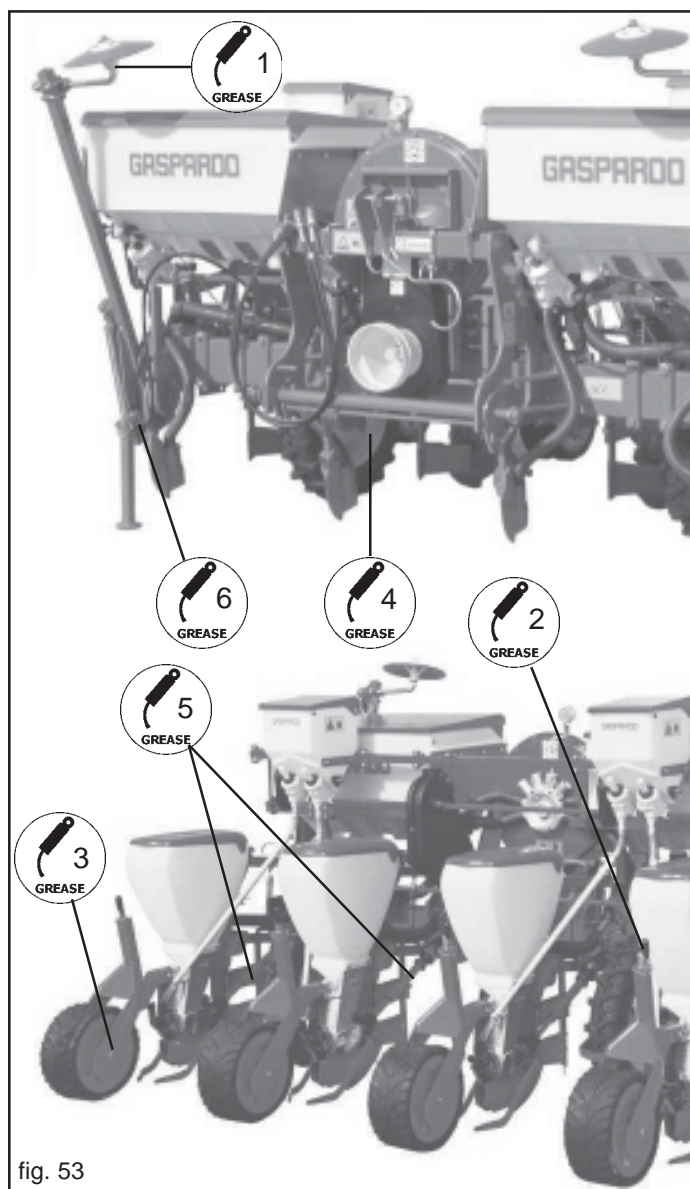

fig. 53
- Engrasar el perno de los discos marcadores de hileras (1, Fig. 53).
- Si están montadas las ruedas en «V» de hierro, engrasar los cubos (3, Fig. 53).
- Engrasar el perno del brazo marcador de hileras (6, Fig. 53).
- Lubricar el tornillo de los reguladores de altura (2, Fig. 53).
- Engrasar los cojinetes oscilantes de las ruedas motrices (4, Fig. 53).
- Engrasar el par cónico de los árboles cardán (5, Fig. 53).